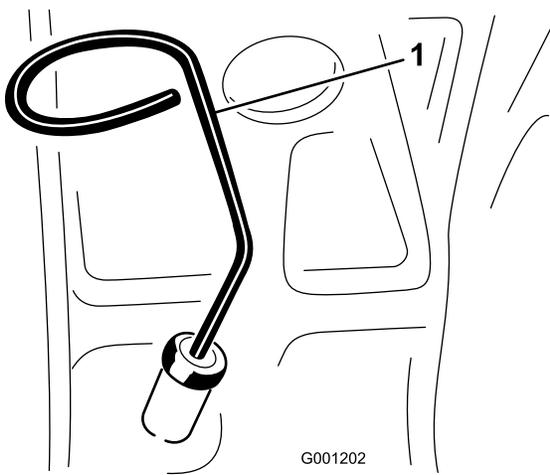

Figura 22
3. Retire la varilla (Figura 22), límpiela, y vuelva a colocarla.